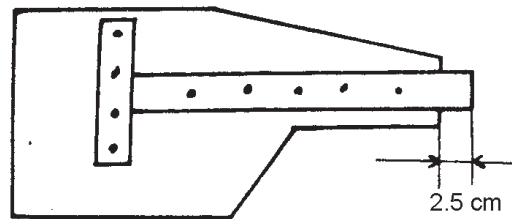

Figura 10
- Une con pegamento el tornillo o clavos a las dos piezas anteriores, introduciendo los tornillos por la parte de abajo (figura 10).